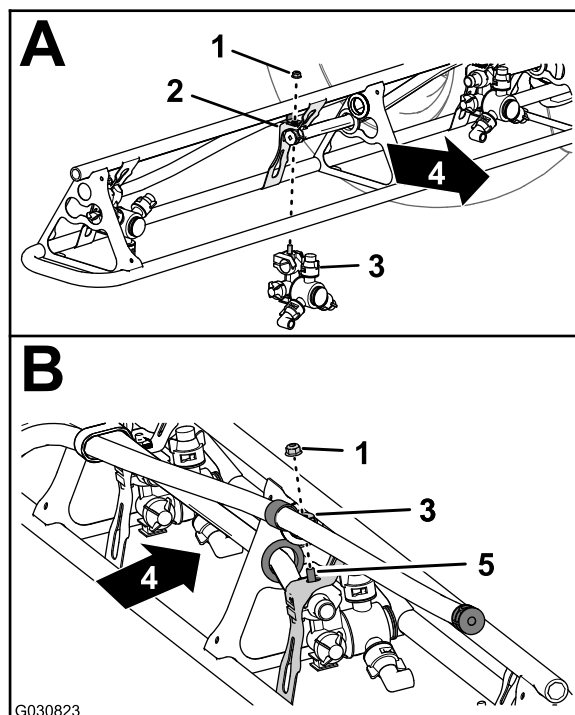

Рисунок 144
- В положениях сопел 1 и 4 установите распылительное сопло на крепление сопла (вид А на Рисунок 144) при помощи фланцевой контргайки (5/16 дюйма), снятой при выполнении пункта 2 раздела Демонтаж распылительных сопел с наружных секций стрелы \(страница 67\).
- В положениях сопел 2 и 3 установите распылительное сопло на крепление сопла (вид А и В на Рисунок 144) при помощи фланцевой контргайки (5/16 дюйма), снятой при выполнении пункта 2 раздела Установка распылительных сопел на наружные секции стрелы \(страница 73\).